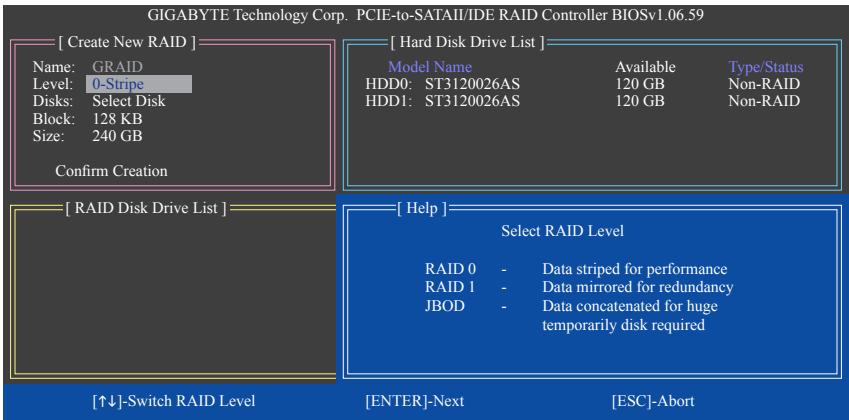

图5
请在「Create New RAID」选项框内依序设置制作磁盘阵列所需的数据。(图5)
2. 选择要制作的磁盘阵列模式(Level): 以<↑>或<↓>键选择要制作的磁盘阵列模式，选项有 RAID 0 (Stripe)、RAID 1 (Mirror)及JBOD (图5)。完成后按<Enter>键移至下一步骤。